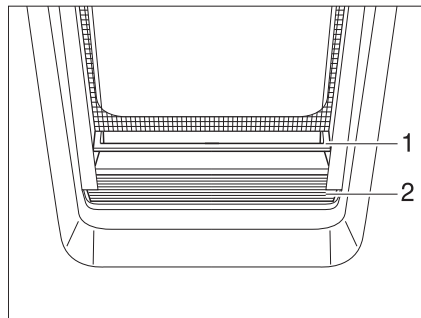

Fig. 44 Estor plegable
- Cerrar:** ■ Sujetar el estor plegable (Fig. 44,2) por el centro del agarradero (Fig. 44,1), tirar de abajo a arriba y soltarla a la altura deseada. El estor plegable se queda fijo a esta altura.